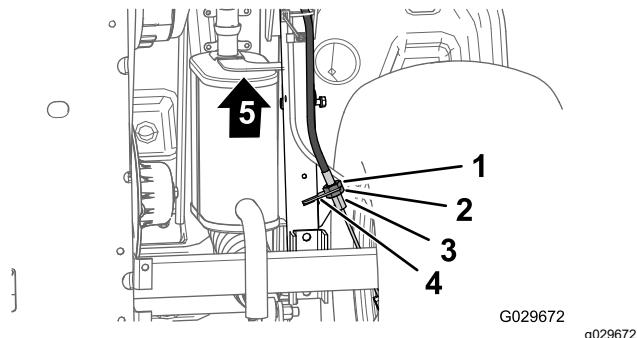

Figura 64
3. Na parte inferior da máquina, desaperte a porca de bloqueio traseira para o ajustador rosado do cabo do travão de estacionamento 4 voltas (Figura 64).
4. Aperte a porca dianteira (Figura 64).
- A. Desaperte a porca de bloqueio frontal (Figura 64) para o ajustador rosado do cabo do travão de estacionamento 1 volta.
- B. Aperte a porca traseira (Figura 64).
- A. Desaperte a porca de bloqueio traseira (Figura 64) para o ajustador roscado do cabo do travão de estacionamento 1 volta.
- B. Aperte a porca dianteira (Figura 64).